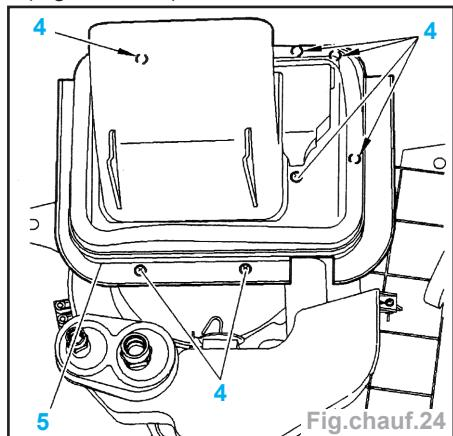

Fig.chauf.24
- Déposer la vis (3).
- Déposer les vis (4) et le boîtier (5) (Fig.Chauf.24).